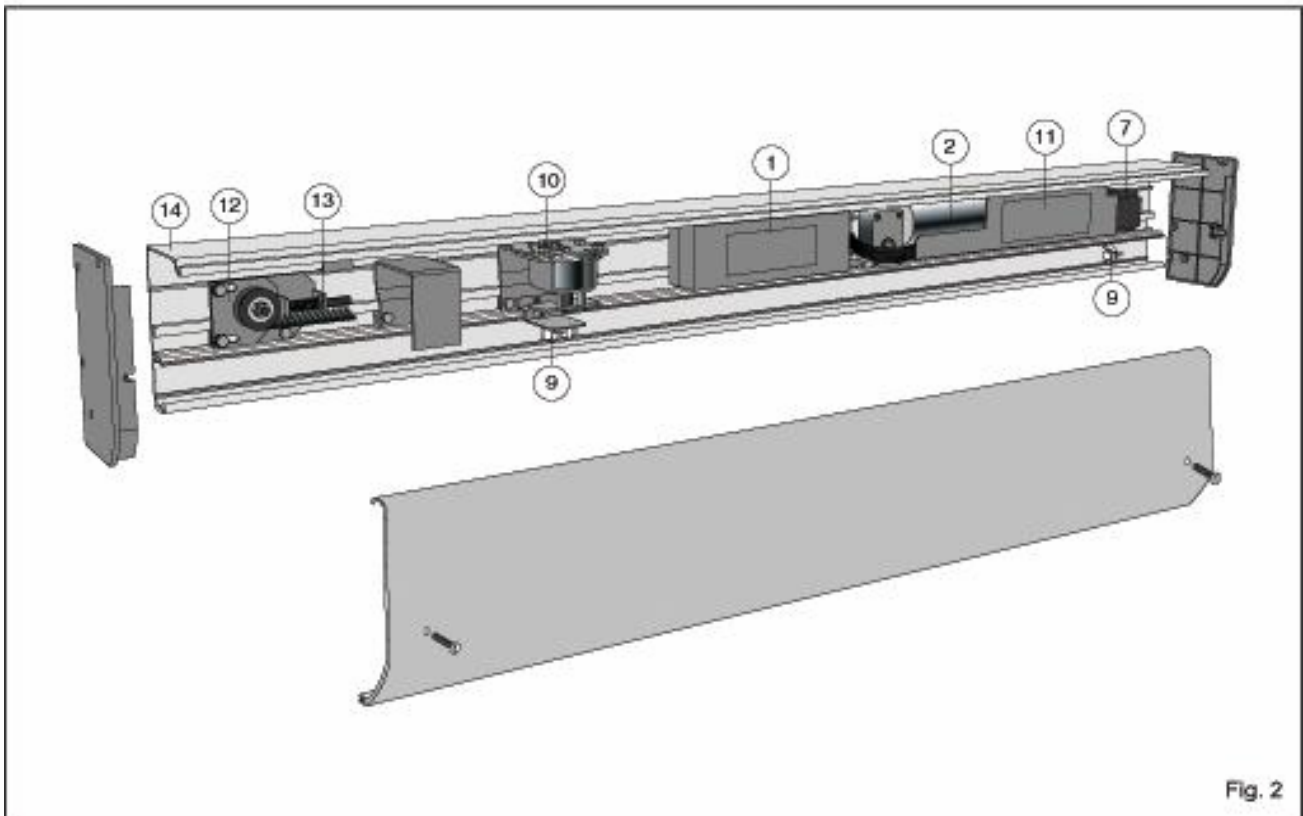

Fig. 2
2.2 AZ AUTOMATIKA ÁBRAMAGYARÁZATAI (fig. 2.)